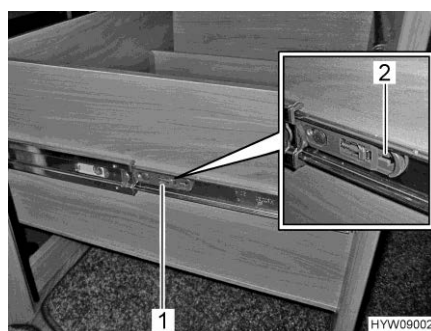

Fig. 129 Cassetto del piano di lavoro
- Tirare la linguetta (Fig. 129,1) su entrambi i lati del cassetto del piano di lavoro nella direzione della freccia (Fig. 129,2). Il cassetto del piano di lavoro può essere estratto tramite l'arresto.